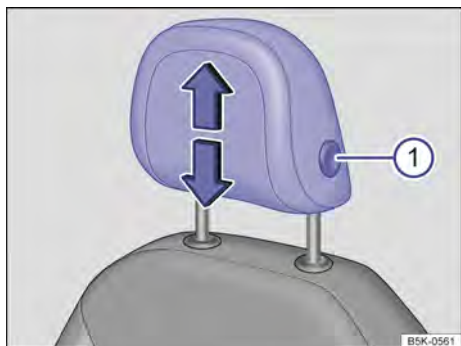

Fig. 70 Apoyacabezas delantero: desinstalar.
- Retirar el apoyacabezas con el botón → fig. 70 ⓘ presionado.
- Empujar hacia abajo totalmente el apoyacabezas con el botón → fig. 70 ⓘ presionado.